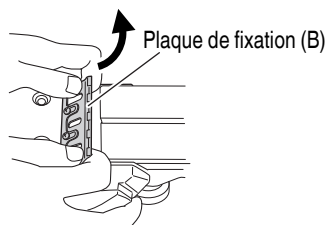

Fig. 27
- (2) Comme indiqué à la Fig. 27, glisser le support de lame dans le sens de la flèche pour retirer la lame.